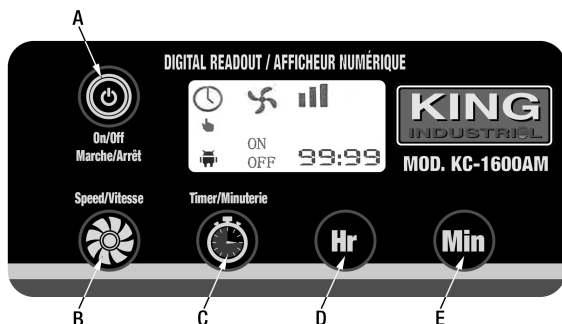

Figure 4
Lorsque le séchoir est allumé, l'horloge doit être réglée. Appuyez sur le **bouton Marche/Arrêt** (A) Fig.4 pour le mettre en marche; l'horloge clignotera sur l'afficheur numérique. Appuyez ensuite sur le **bouton Minuterie** (C) pour accéder au réglage de l'horloge, appuyez sur le **bouton Hr** (D) pour régler l'heure, puis sur le **bouton Min** (E) pour régler les minutes.
Si vous voulez régler la minuterie à une heure de démarrage (Marche-On) et une heure d'arrêt (Arrêt-Off), appuyez sur le **bouton Marche/Arrêt** (A) Fig.4 pour allumer le séchoir. L'horloge clignotera sur l'afficheur numérique. Appuyez ensuite deux fois sur le **bouton Minuterie** (C) pour accéder au réglage Minuterie March-On, appuyez sur le **bouton Hr** (D) pour régler l'heure, puis sur le **bouton Min** (E) pour régler les minutes. Appuyez ensuite de nouveau sur le **bouton Minuterie** (C) pour accéder au réglage Minuterie Arrêt-Off, appuyez sur le **bouton Hr** (D) pour régler l'heure, puis sur le **bouton Min** (E) pour régler les minutes. Appuyez sur le **bouton Minuterie** (C) pour quitter le réglage de la minuterie.
Si vous voulez éteindre le ventilateur du séchoir pendant le réglage de l'horloge ou de la minuterie, appuyez sur le **bouton Vitesse** (B) Fig.4 et maintenez-le enfoncé pendant 3 secondes, appuyez de nouveau sur le **bouton Vitesse** pour redémarrer le ventilateur.
Si vous souhaitez afficher l'heure de démarrage de la minuterie (Marche-On), appuyez simplement sur le **bouton Hr** (D) Fig.4, et pour afficher l'heure d'arrêt de la minuterie (Arrêt-Off), appuyez sur le **bouton Min** (E).